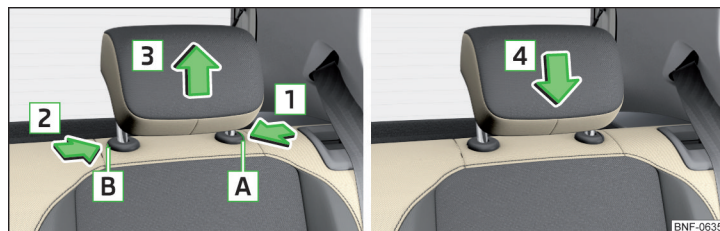

Fig. 56 Udtagning/isætning af hovedstøtte bagi
- » Hold låseknappen **A** inde i pilens retning **1**, tryk samtidig låseknappen i åbningen **B** i pilens retning **2** med bilnøglen, og tag støtten ud i pilens retning **3** » Fig. 56.